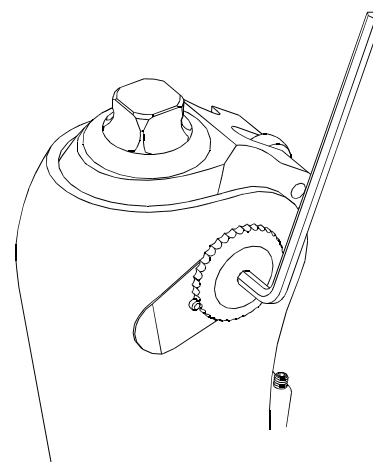

図8
3. 六角レンチ(4mm)を用いて歯付止めボルトを1山締め込み、ガタの有無を確認します。ガタが解消されない場合は、さらに締め込んでください。ただし、締め込みすぎると、屈曲伸展時の抵抗が大きくなりますので、注意してください。(図8参照)